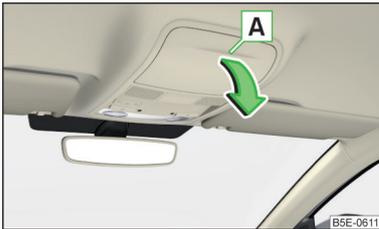

Abb. 88
- Zum **Öffnen** auf den Deckel des Brillenfachs im Bereich **A** drücken. Das Fach klappt in Pfeilrichtung » Abb. 88.